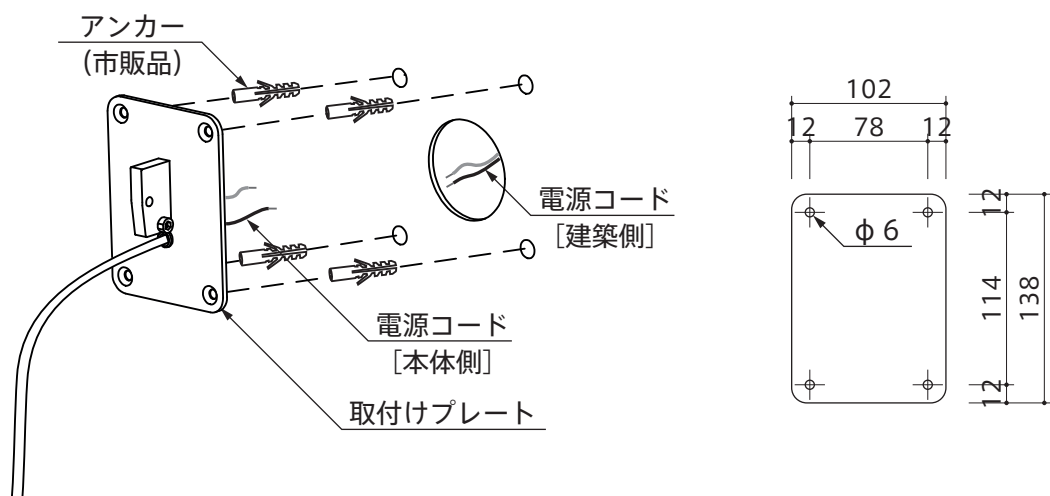

図 2
2. 取付けプレートより出ている電源コード〔本体側〕と電源コード〔建築側〕を結線します。(図2)